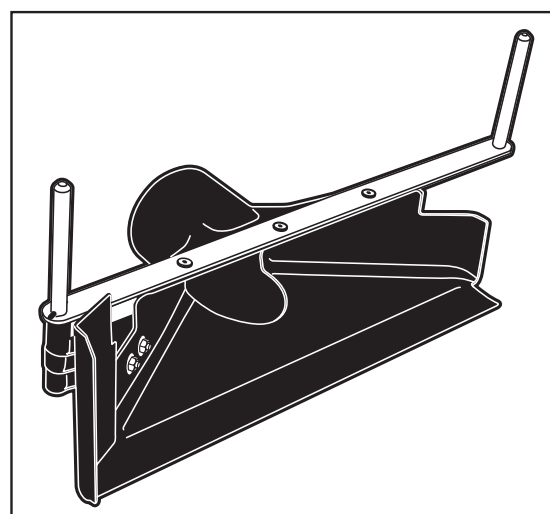

Fig. 7
- Final assembly should look like Fig. 7.
- Le montage final devrait être semblable à celui de la fig. 7.
- El ensamblado final debe asemejarse a la Fig. 7.